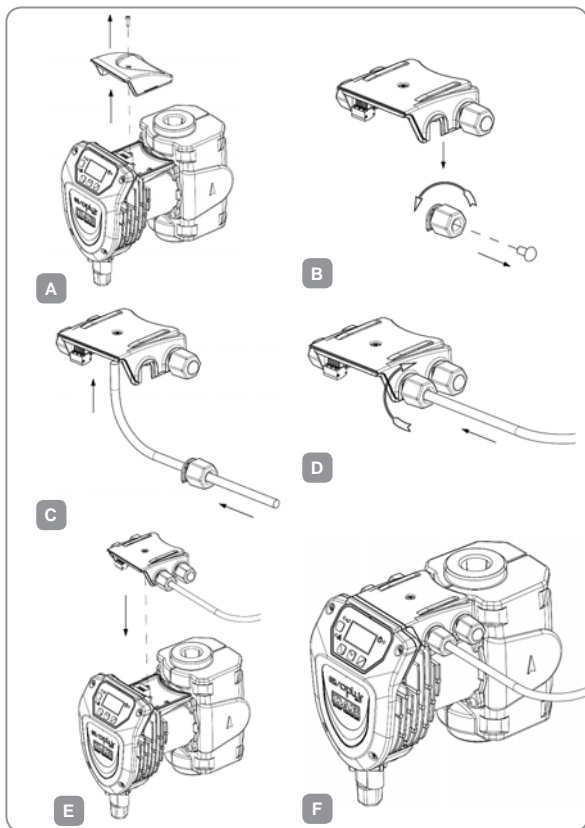

Fig. 1: Procedur för installation av utbyggnadsmodul
Installation av utbyggnadsmodulen enligt anvisningarna i Fig. 1:
- Ta bort standardhöljet till kontrollpanelen i serie **EVOPLUS SMALL**. Fig. 1: (A).
- Använd en eller flera kabelpressar för att utföra elanslutningen av utbyggnadsmodulen. Fig. 1: (B) - (C) - (D).
- Placera utbyggnadsmodulen där standardhöljet satt och sätt tillbaka höljet. Fig. 1:(E) - (F).